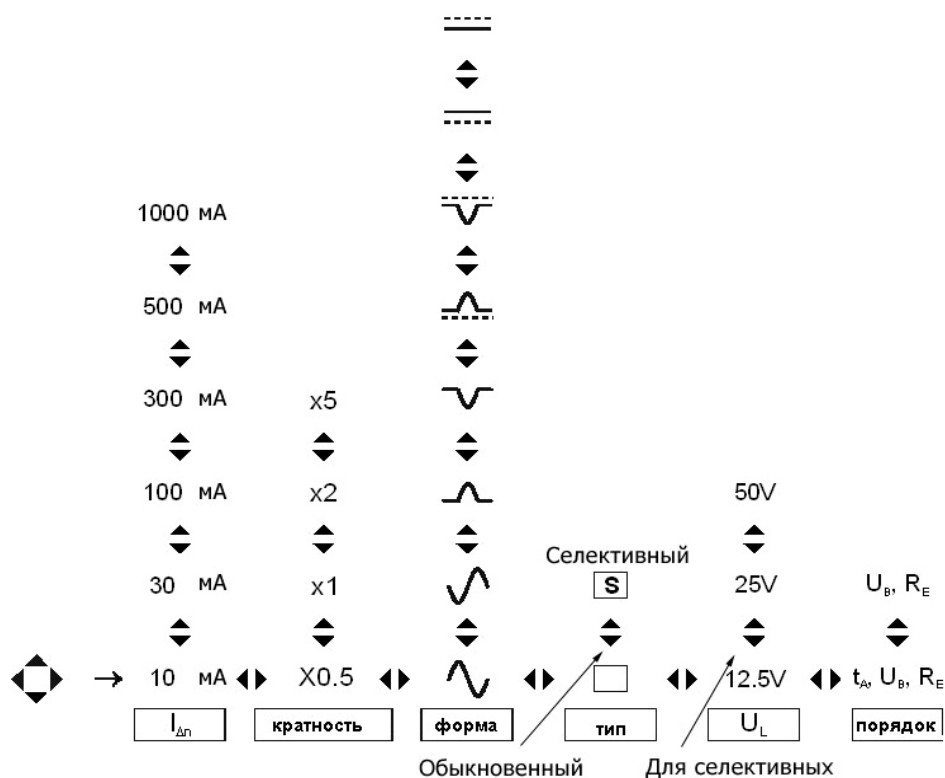

Рис.19. Отображение параметров измерения t_d
- выставить параметры измерения согласно алгоритму, показанному на Рис.19;